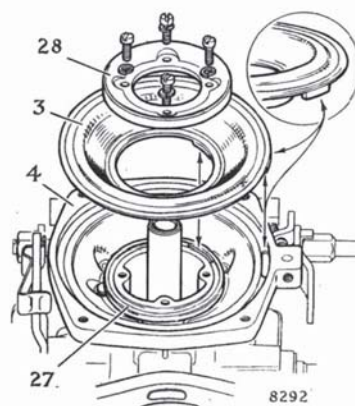

Fig. 13. Diaphragm location
- Eine zweifelhafte Membrane **3** muss durch Entfernen des Membrandeckel **31** und das Lösen der 4 Schrauben am Membranrückhaltering **28** ausgewechselt werden. Der Positionierungslappen an der Membrane muss in die Vertiefung des Gehäuses zu liegen kommen. (Pfeile in Fig. 13)